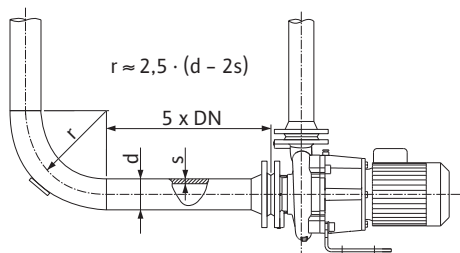
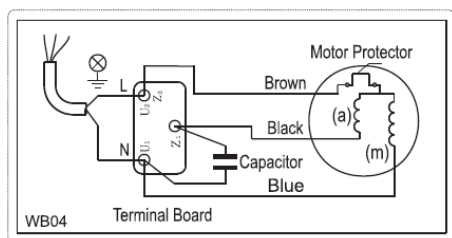

Fig. 4: Beruhigungsstrecke vor und nach der Pumpe
Fig. 5: Wechselstromanschluss
- Der Netzanschluss ist abhängig von Motorleistung P_2 , Netzspannung und der Einschaltart. Erforderliche Schaltung der Verbindungsbrücken im Klemmenkasten folgender Tabelle sowie Fig. 4 und Fig. 5 entnehmen.